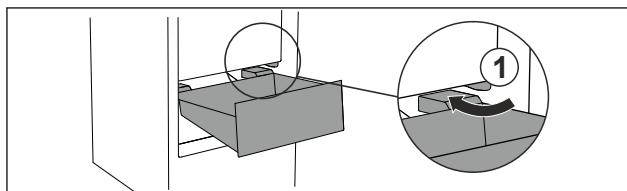

Fig. 73
- ▶ Preved'te zásuvku šikmo okolo zarážok Fig. 73 (1).